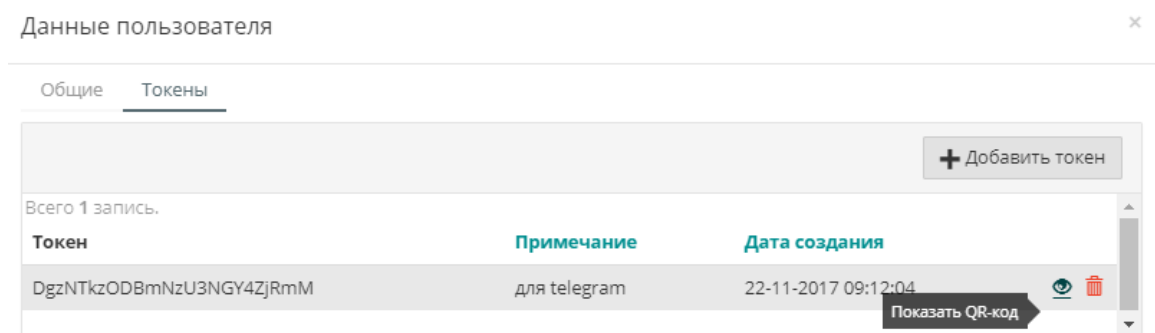

Рисунок 7.2 – Добавление telegram-токена
5. Нажмите на кнопку **Токены**, после этого – на появившуюся кнопку **Регистрация нового токена**. Введите токен или отправьте изображение его **QR-кода** (см. рисунок 7.2).